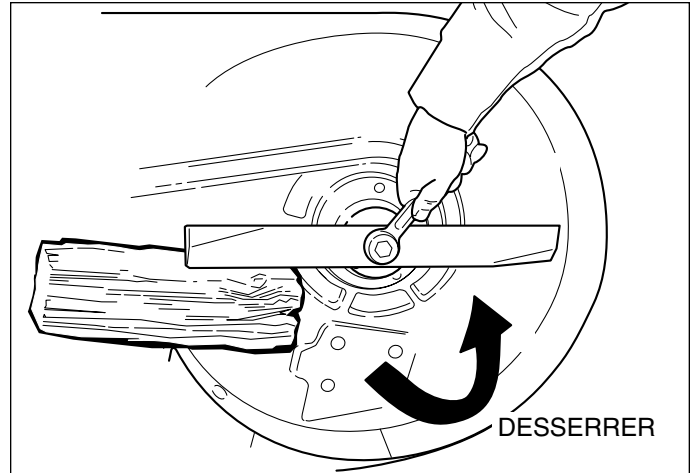

Figure 26. Dépose de la lame
3. Pour retirer une lame pour l'affûtage, la bloquer avec une cale en bois afin de pouvoir retirer le boulon de fixation (figure 26).